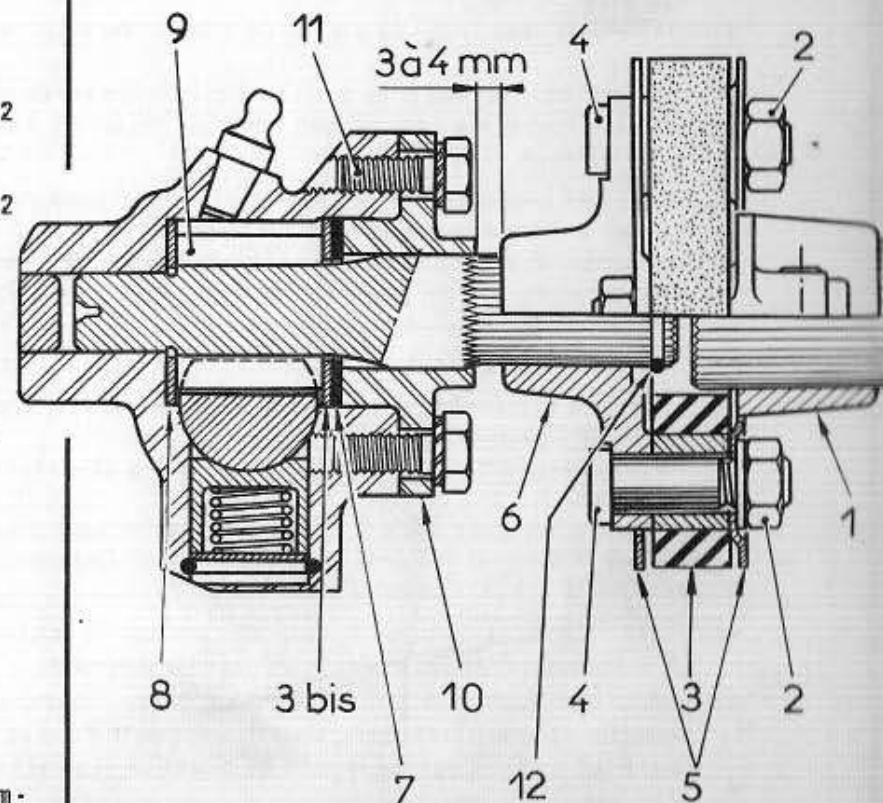

Fig. 6
- sur voiture - (Fig. 6)
- 3) Déposer les deux demi-bagues de direction (MR 402). Ne pas desserrer la vis de blocage du manchon, mais déposer les deux écrous (2), les rondelles et les deux vis (4). Tirer le tube de direction au maximum vers l'arrière. Le manchon (1), l'entretoise (3) en caoutchouc et les deux rondelles de sécurité (5) restent fixés sur le tube.
- 4) Repérer la position du manchon (6) par rapport à un point fixe, uniquement dans le but de replacer la branche du volant dans sa position primitive.